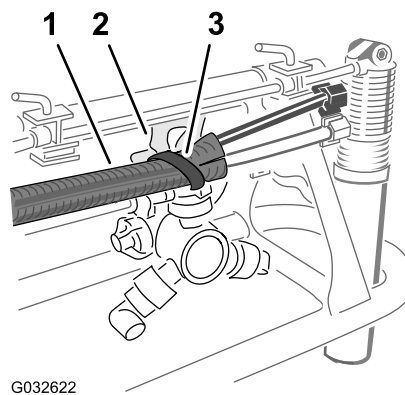

Рисунок 15
5. Закрепите трубки в сборе в отверстии опоры сопла при помощи кабельной стяжки, как показано на Рисунок 15.